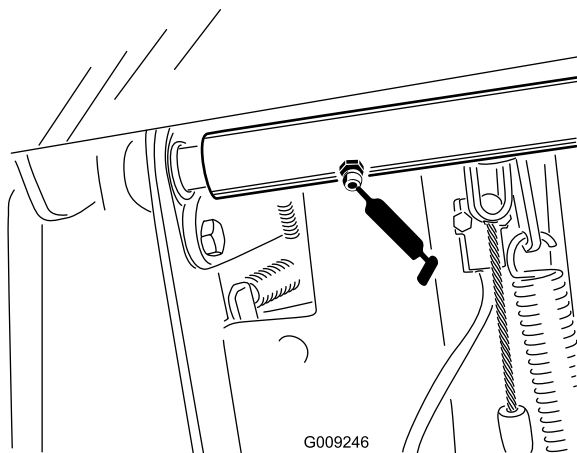

Figura 37
- Cojinetes del eje pivotante del pedal del freno (2) (Figura 37).